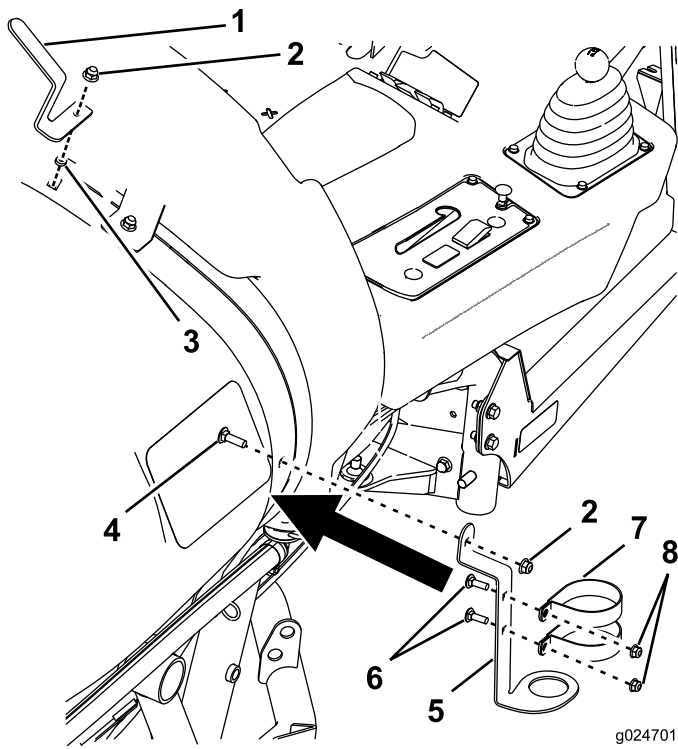

Bild 3
3. Befestigen Sie die Spritzpistolenhalterung und die Schlauchhalterung (Bild 3).